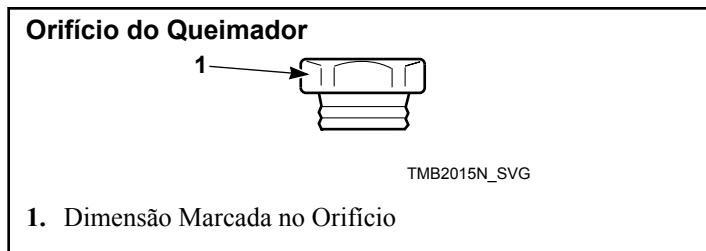

Figura 9
3. Instale o(s) novo(s) e correcto(s) orifício(s) do queimador. Consulte a *Figura 9* e a *Tabela 1*. Aperte cada um a 9-10 Nm.
4. Coloque novamente o conjunto do suporte de fixação na válvula de gás, certificando-se que o(s) orifício(s) do queimador se encontram alinhados com a abertura do tubo do queimador. Consulte a *Figura 9*.